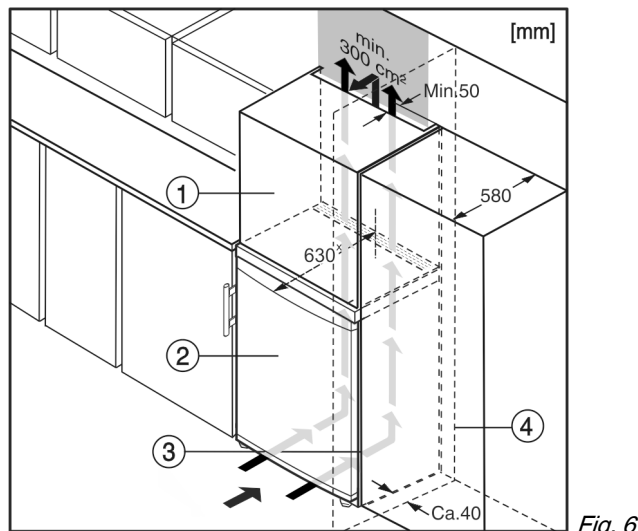

Fig. 6
- (1) Шкаф-пристройка*
- (2) Уред*
- (3) Кухненски шкаф*
- (4) Стена*
Уредът може да е обграден с кухненски шкафове. За да изравните височината на уреда Fig. 6 (2) с височината на вградената кухня, над уреда може да се постави шкаф-пристройка Fig. 6 (1).
При обграждане с кухненски шкафове (дълбочина макс. 580 mm) уредът може да се постави непосредствено до кухненския шкаф Fig. 6 (3). Отстрани уредът е издаден на 34 mm *, а в средата на уреда – на 50 mm * спрямо челото на кухненския шкаф.
Когато уредът се поставя с пантите до стена Fig. 6 (4), разстоянието между уреда и стената трябва да е поне 40 mm. Това отговаря на разстоянието, с което дръжките стърчат при отворена врата.*